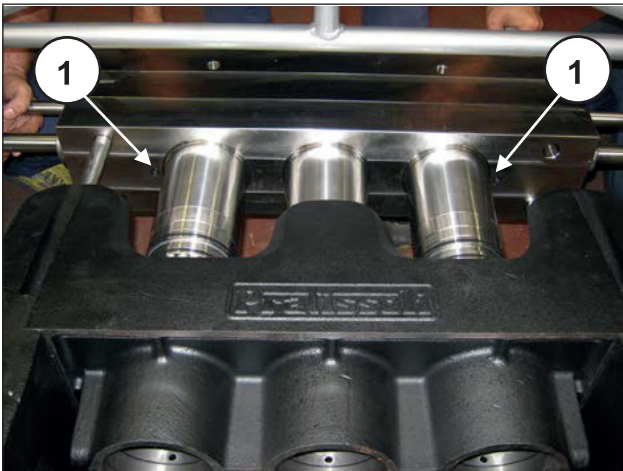

Abb. 184
Führen Sie zum Wiedereinbau der einzelnen Bauteile die vorgenannten Arbeiten in umgekehrter Reihenfolge aus und achten Sie auf das vorschriftsmäßige Einsetzen des Kopfs in das am Pumpengehäuse befestigte Kopf-Distanzstück. Gehen Sie vorsichtig vor, damit die auf der Auflagefläche des Kopfs montierten O-Ringe nicht herausfallen (Pos. ①, Abb. 184). Der Kopf wird mit in den Buchsen eingesetzten Kolben montiert (Pos. ①, Abb. 185).